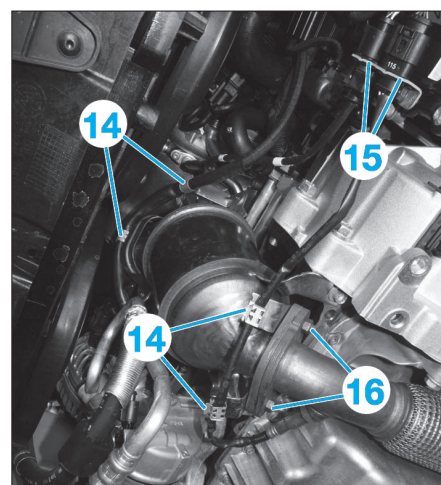

Fig. 54
- Dégraffer les faisceaux du catalyseur (14).
- Débrancher les connecteurs (15) (Fig.54).
- Dévisser les écrous (16) et retirer le joint.